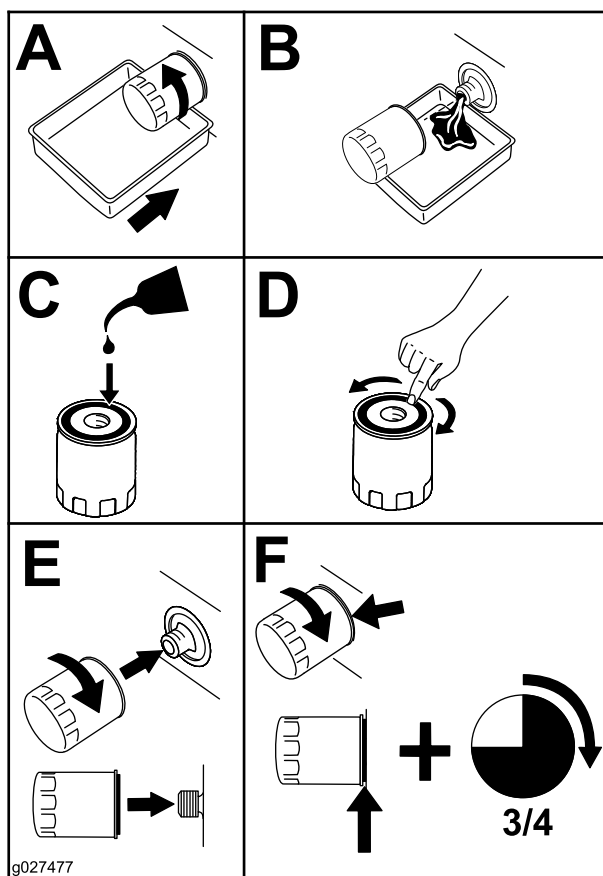

Figura 26
2. Sustituya el filtro de aceite del motor (Figura 26).